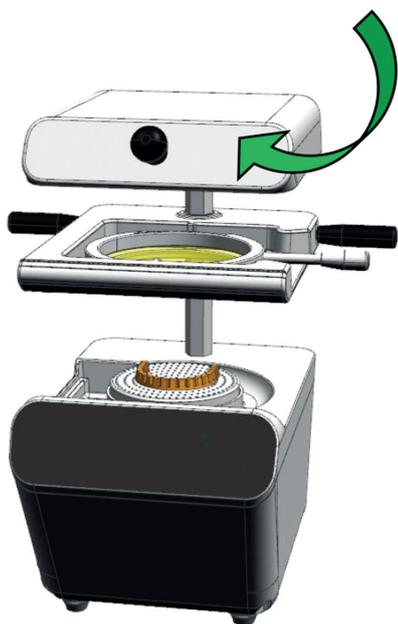

图4
4. 将上盖旋转回正面 (图4), 按下  电源开关, 按下“模式”键, 选择合适的工作模式按下  启动/停止键, 设备开始加热成型片, 屏幕上显示“加热”字样。